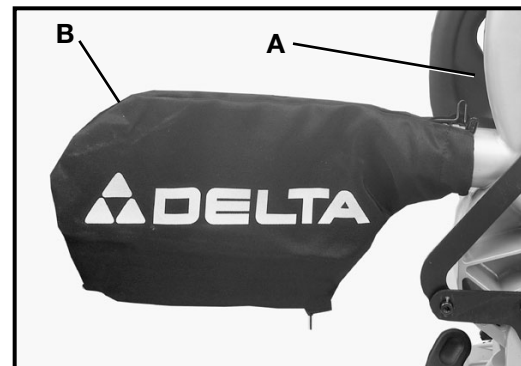

Fig. 8
Comprimez l'attache à ressort (A) fig. 8 du sac à poussière (B) et fixez le sac à poussière (B) sur l'extrémité de la goulotte à poussière.